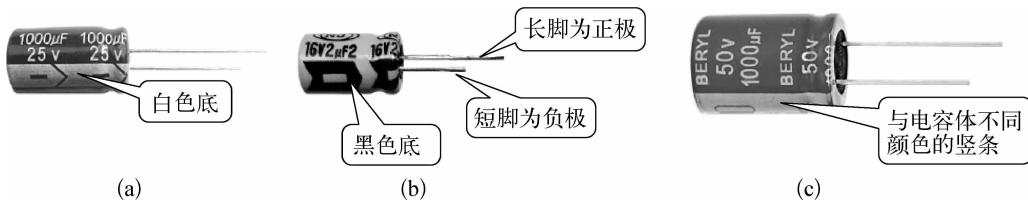

图 1-1-16 电解电容器正负极识别图
(5) 电解电容器正负极识别方法 电解电容器负极一般带有白颜色基底、黑颜色基底或与电容体不同颜色的竖条,而正极引脚处没有任何标记,和外皮的颜色是一样的。未使用过的新电容,引脚长的为正极,引脚短的为负极。详见图 1-1-16(a)、(b)、(c)。